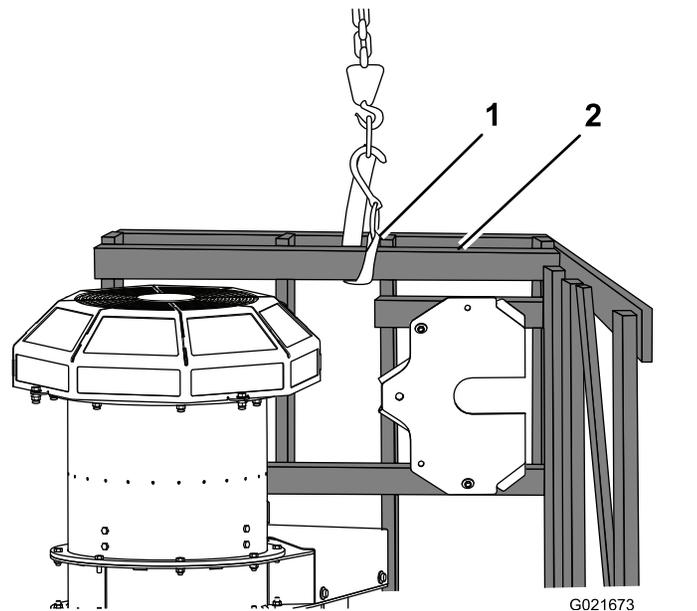

Bild 4
4. Befestigen Sie einen Heberiemens am oberen Ende des Anbaugeräts und heben Sie die Palette an, bis die Kiste und der Bläser vertikal sind (Bild 4).